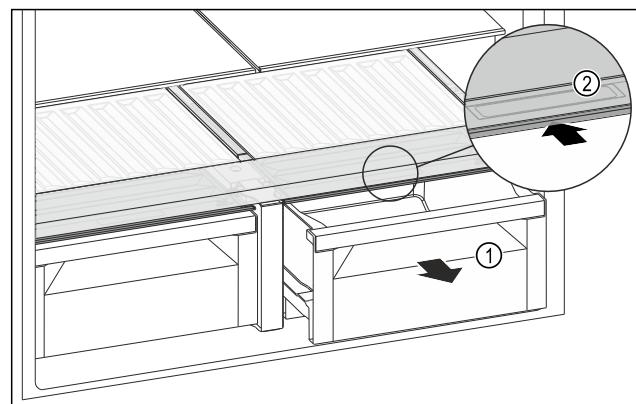

Fig. 130
- Витягніть висувний ящик Fig. 130 (1).
- Візьміться за потайну ручку Fig. 130 (2) на кришці відділення й одночасно посуньте кришку відділення назад.